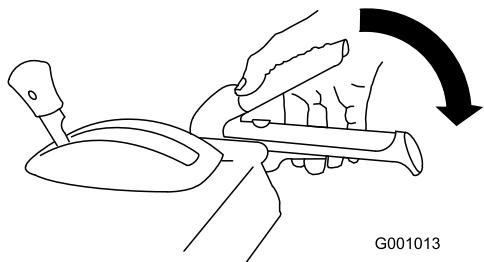

Figura 37
- Per innestare la trasmissione della coclea/ventola premete la leva destra (coclea/ventola) contro l'impugnatura (Figura 37).